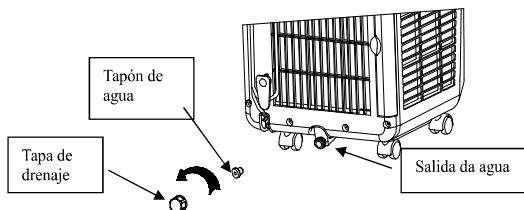

Figura 12
1. Drenaje manual: (como se muestra en la figura 12)